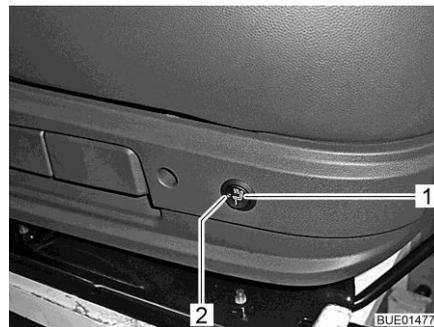

Fig. 20 Interruptor de la calefacción de asiento
- Pulsar el interruptor (Fig. 20,1) en la parte posterior del lado izquierdo de la consola del asiento.
Cuando la calefacción de asiento está en funcionamiento, el LED (Fig. 20,2) se enciende.
- Colocar el interruptor (Fig. 20,1) a la posición central. El LED se apaga.